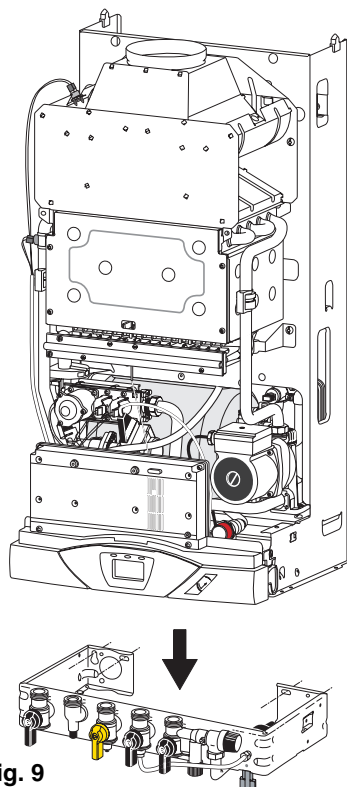

Fig. 9
- présenter la chaudière au dessus de la barrette, la laisser descendre en appui sur celle-ci (fig. 9), les pattes d'accrochage sont destinées à éviter le basculement de l'appareil